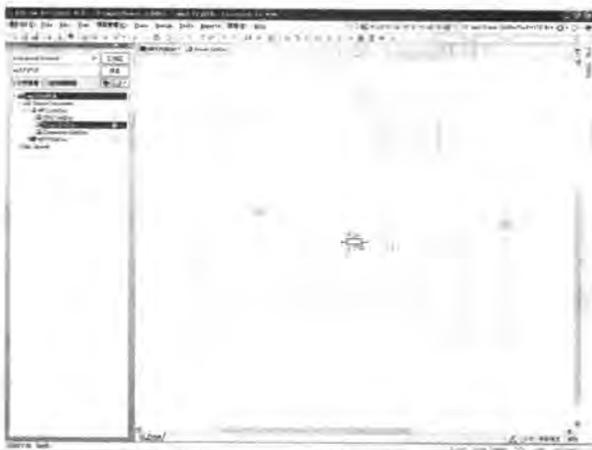

图 11-24 高亮显示原理图中的对应元器件
- [4] 单击原理图标签“Power. SchDoc”，打开该原理图文件，可以看到所对应的元器件处于高亮显示状态，而其他元器件则呈灰色屏蔽状态，如图 11-24 所示。